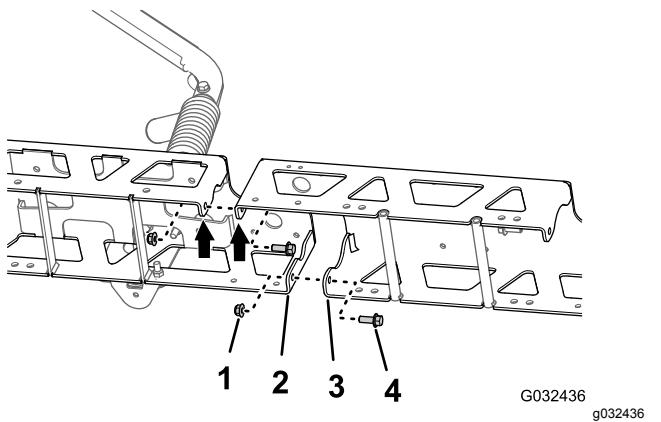

Bild 54
2. Befestigen Sie die mittlere Auslegersektion mit den zwei Bundkopfschrauben (3/8" x 1") und den zwei Sicherungsbundmuttern (3/8"), die Sie in Schritt 1 in Entfernen der Träger des mittleren Sprühabschnitts \(Seite 28\) entfernt haben, lose am Trägerrahmen (Bild 54).
3. Fluchten Sie die Löcher in den vertikalen Flanschen der mittleren Auslegersektion mit den Löchern im anderen Trägerrahmen aus (Bild 54).
4. Befestigen Sie die mittlere Auslegersektion mit den zwei Bundkopfschrauben (3/8" x 1") und den zwei Sicherungsbundmuttern (3/8") vom Finishingkit für das GeoLink-Sprühsystem (Bild 54) lose an dem anderen Trägerrahmen (Bild 54).
1. Fluchten Sie die Löcher in den vertikalen Flanschen der mittleren Auslegersektion mit den Löchern im Trägerrahmen aus (Bild 54).